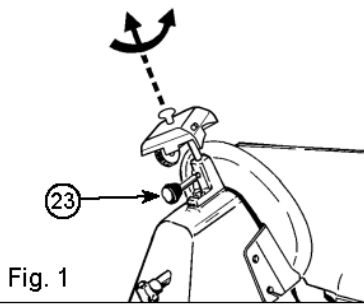
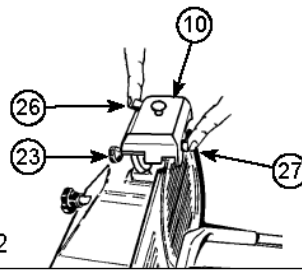

Fig. 1
Fig. 2
Ziehen Sie den Stecker. - Überprüfen Sie, dass die bewegbare Trennwand geschlossen ist. (der Drehknopf (6) in der "0" Position.) - Reinigen Sie vorsichtig die zu schleifenden Teile der Klinge. - Setzen Sie den Stecker wieder ein. - Lockern Sie den Verriegelungsknopf (23) der Schärfer- Gruppe (10) auf. - Heben Sie die Schärfer-Gruppe (10), drehen Sie diese um 180 °, so dass beide Räder in der Arbeitsposition sind. Siehe Abbildung 1. - Senken Sie die Schärfer-Gruppe (10), bis sie eingerastet ist. Sichern Sie die Gruppe, indem Sie den Verriegelungsknopf (23) drehen. Siehe Abbildung 2. - Schalten Sie das Gerät an. - Drücken Sie auf den Knopf (26), und lassen Sie die Klinge 1 Minute lang drehen. Wenn die Klinge still steht, überprüfen Sie, ob sich ein Grat am Rand geformt hat. - Nachdem sich die Präsenz des Grats bestätigt hat, machen Sie den Schalter (5) an und drücken Sie sanft auf die Taste (27) für ungefähr 3